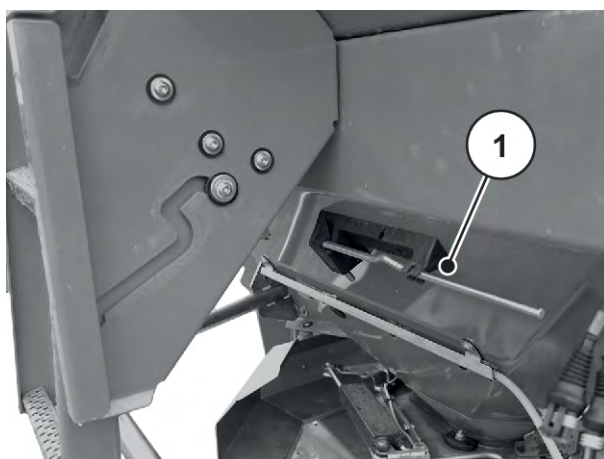

図 31: 調整レバー AXIS xx.2 の位置
- ▶ 調整レバーを再び所定のブラケットにかけます。参照: 図 31 調整レバー AXIS xx.2 の位置